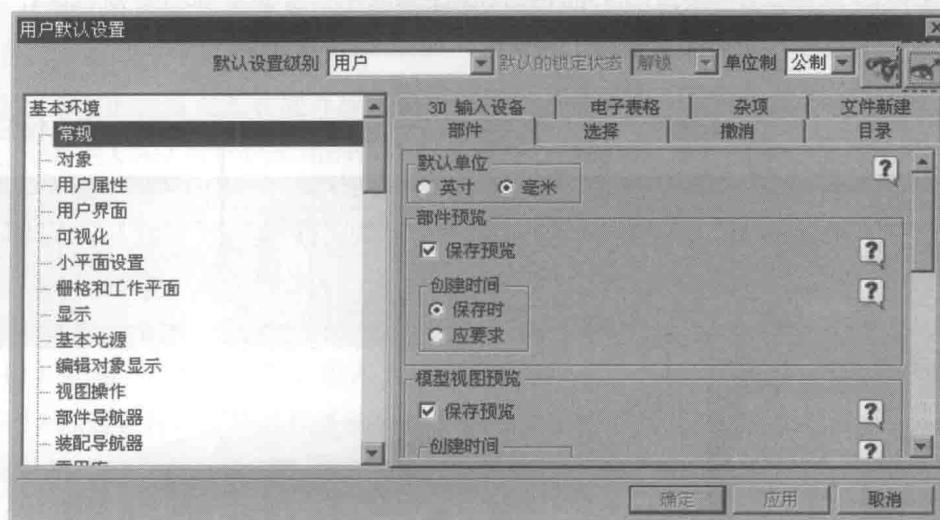
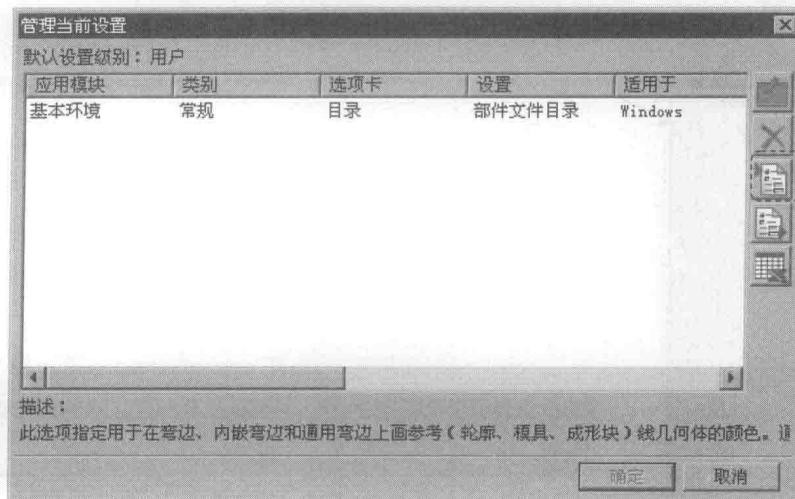
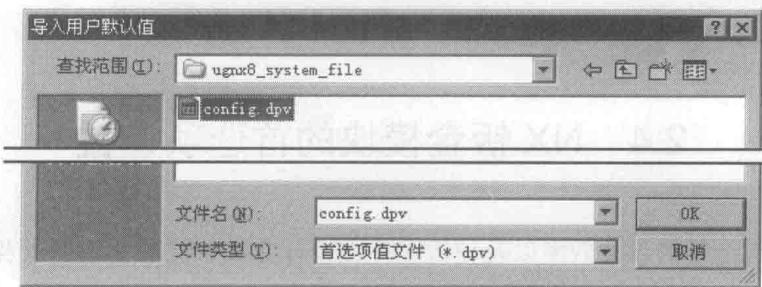

图 2.2.1 “用户默认设置”对话框
图 2.2.2 “管理当前设置”对话框
图 2.2.3 “导入用户默认值”对话框
Step1. 选择下拉菜单 **文件(F)** → **实用工具(U)** → **用户默认设置(D)** 命令，系统弹出“用户默认设置”对话框，如图 2.2.1 所示。
Step2. 单击对话框右上角的 按钮（图 2.2.1），系统弹出“管理当前设置”对话框，如图 2.2.2 所示。
Step3. 单击对话框右侧的 按钮（图 2.2.2），系统弹出图 2.2.3 所示的“导入用户默认值”对话框。找到文件 D:\ugdc8.4\ugnx8_system_file\config.dpv，单击 按钮。